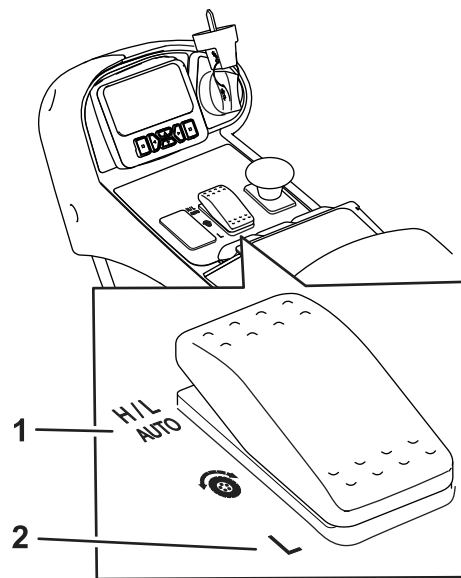

図 29
- このマシンは、通常の運転条件下では、速度レンジ設定を H/L AUTO にして使用するを前提としております (図 29)。この設定で使用すると、移動走行しているか刈り込みをしているかをマシンが自動的に判別して高速レンジと低速レンジを自動的に使い分けます。
- Low 位置速度レンジスイッチ 図 29 の低速レンジ設定では、マシンは常に低速レンジで動作します。整備場内での移動、トレーラへの積み下ろし、急斜面の登り降りなど、大きな力が必要な場面でお使いいただくと便利です。
このマシンには、低速走行レンジと高速走行レンジという2つの速度レンジがあります。切り替えスイッチにより、以下のモードを選択することができます (図 29)